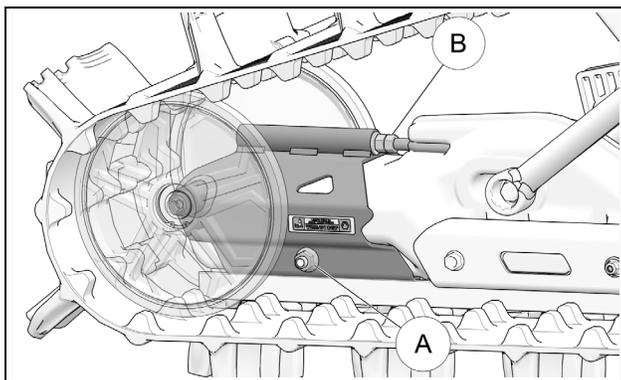

Figure 19
ATTENTION : Le boulon d'assemblage (A) du tendeur de chenille et l'écrou de blocage (B) doivent obligatoirement être desserrés avant d'ajuster la tension de la chenille. Figure 19.